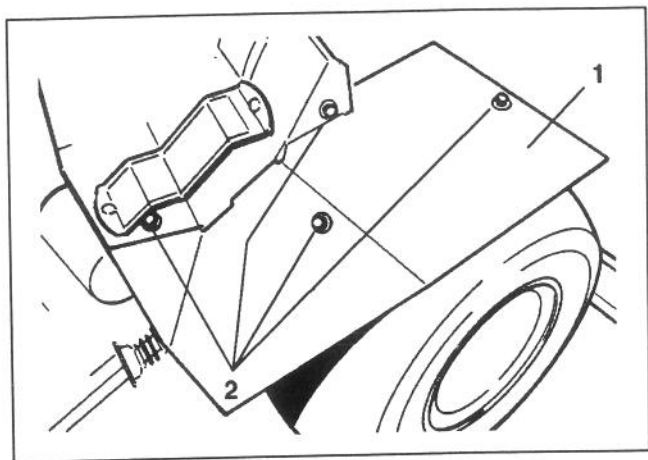

Figure 36
REGLAGE DU POINT MORT DE LA TRANSMISSION (Fig. 36 & 37)
1. Pour exposer la biellette de déplacement, déposer les quatre (4) vis retenant le pare-chocs droit (Fig. 36) au châssis et le retirer.